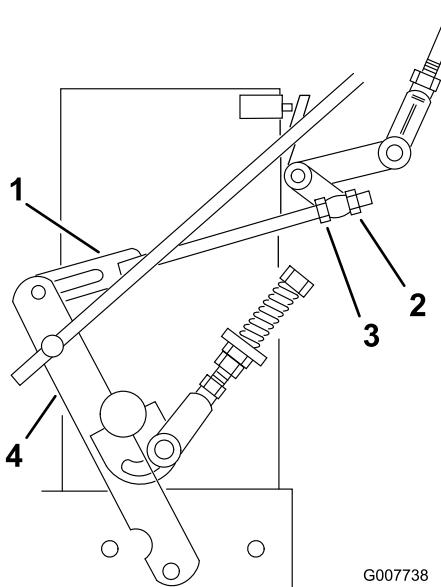

Figure 33
8. Desserrez l'écrou de réglage avant sur la timonerie de commande hydraulique gauche, comme illustré à la Figure 33.
9. Tournez l'écrou de réglage gauche dans le sens antihoraire jusqu'à ce que la roue tourne en avant (Figure 33).
10. Tournez l'écrou de réglage arrière dans le sens horaire 1/4 de tour à la fois. Déplacez ensuite le levier de commande de vitesse en avant et ramenez-le au point mort. Répétez cette opération jusqu'à ce que la roue gauche arrête de tourner en avant (Figure 33).